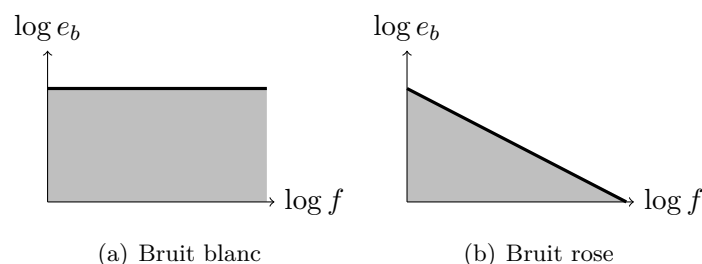

FIGURE 3.3 – Répartition en fréquence de la densité spectrale de bruit
- bruit blanc : densité spectrale constante en fréquence (uniformément réparti en fréquence, Figure 3.3(a))
- bruit rose : densité spectrale plus forte pour les basses fréquences (descente linéaire, Figure 3.3(b))